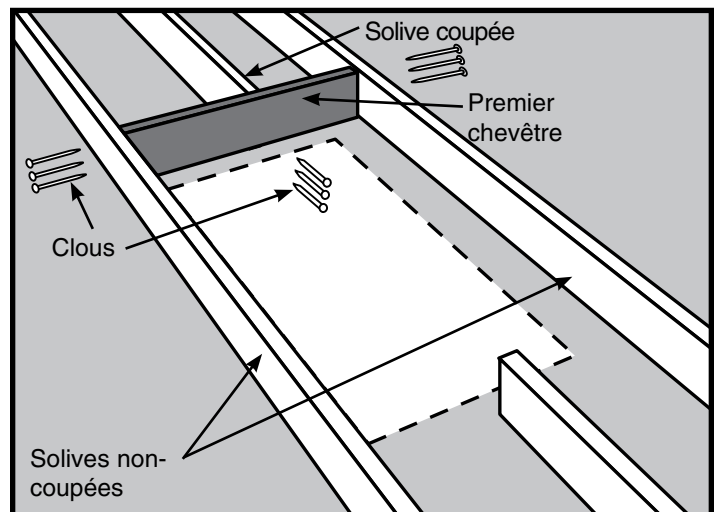

Figure 15
- Étape 4. Placez un de ces chevêtres contre une extrémité de solive coupée (Voir la Figure 15). Il doit s'adapter juste entre les solives non coupées.
- Étape 4. Mettez d'équerre le chevêtre contre la solive non coupée et clouez-le sur l'extrémité de solive coupée avec (3) clous 16d (Voir la Figure 15).
- Étape 5. Vérifiez la perpendicularité de chevêtre et plantez (3) clous 16d au travers de chaque solive dans chacune des extrémités de chevêtre (Voir la Figure 15).